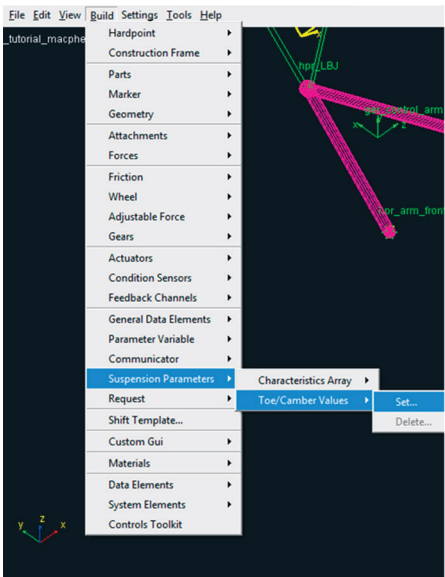

Figura 4.43 – Definindo parâmetros de *Toe* e *Camber* da suspensão.
- Acesse o menu *Build* → *Suspension Parameters* → *Toe/Camber Values* → *Set* (Figura 4.43).